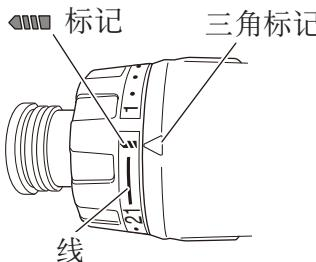

图14
- 当离合器转盘位于 “21” 和钻机标记中部的黑线之间时, 请勿使用本机, 否则会造成损坏。 (图14)